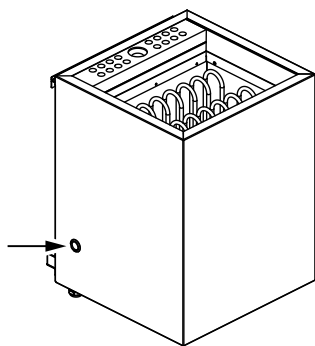

Figura 16. Reinicio del seguro de recalentamiento del vaporizador
- Compruebe que no se haya disparado el seguro de recalentamiento. (Figura 16. Reinicio del seguro de recalentamiento del vaporizador)
- Instrucciones para reiniciar el seguro de recalentamiento del vaporizador (Figura 16. Reinicio del seguro de recalentamiento del vaporizador)